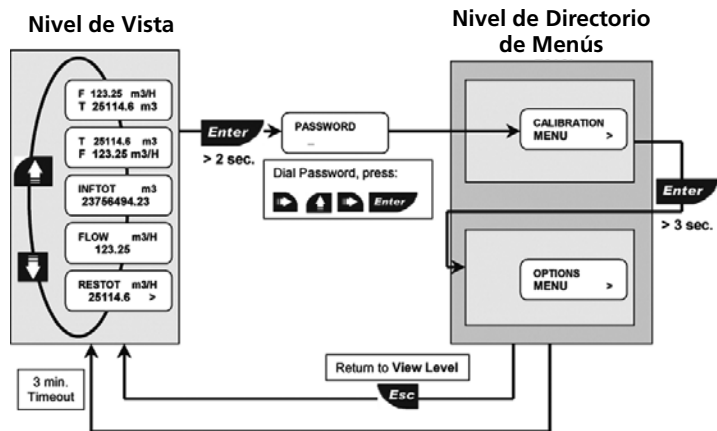

Figura 14 – Acceso Protegido con Contraseña
- (A) El valor de caudal y el valor del totalizador reponible
- (B) El valor del totalizador reponible y el valor de caudal
- (C) El valor del totalizador permanente
- (D) El valor de caudal
- (E) El valor del totalizador reponible. Oprima la tecla de flecha hacia la DERECHA para reponer. Si está bloqueado, tendrá que ingresar primero la contraseña. Bloquee o desbloquee la reposición del total en el Menú de Opciones (consulte la Figura 14 para ver los detalles de la contraseña)
Consulte la Figura 14.